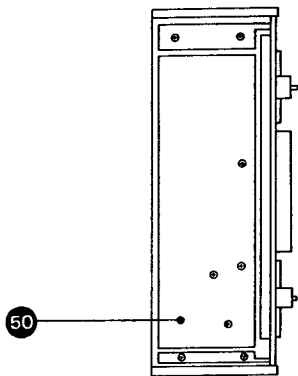

Fig. 3.22.-3
- Oter 1 vis (49) (Fig. 3.22. - 2) sur la platine de l'amplificateur d'entrée.